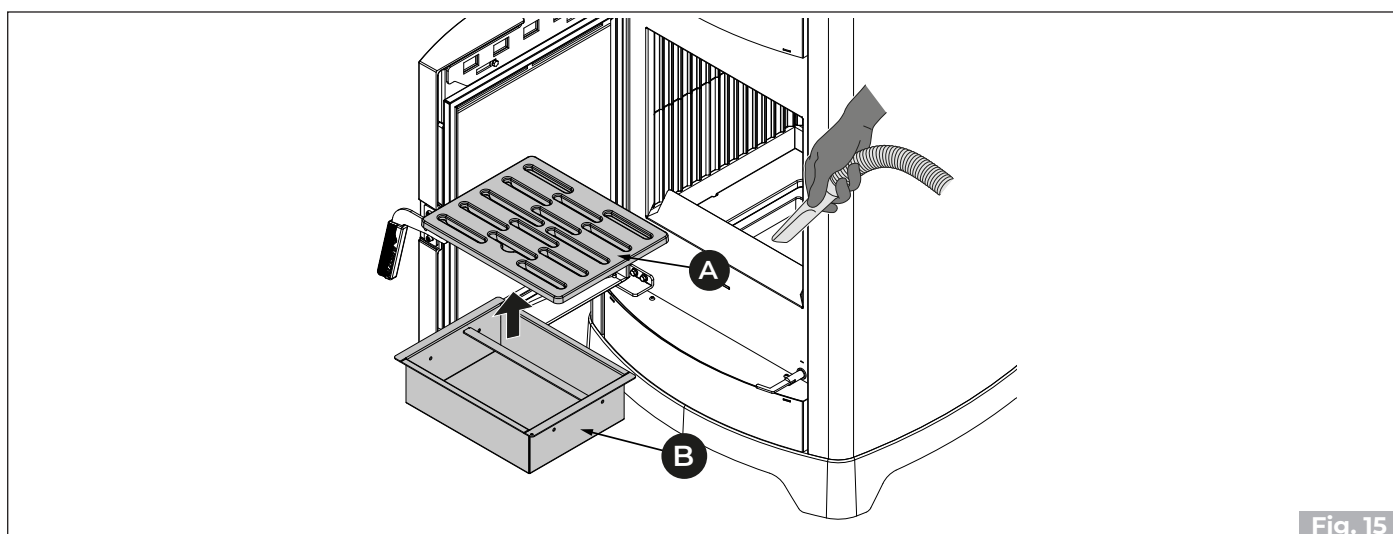

Fig. 15
- 1) Das Gitter sorgfältig reinigen (**A**) (**Fig. 15**). Das Rost herausnehmen und mit einem kleinen Besen (nicht mit geliefert) die Verbrennungsrückstände von der Feuerstätte in die Aschelade fegen.
- 2) Ziehen Sie die Aschelade (**B**) aus dem Sockel und saugen Sie die in den Fächern darunter angesammelte Asche auf (**Fig. 15**).